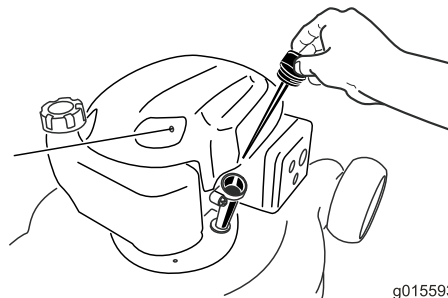

Figura 6
2. Rimuovete l'asta di livello (Figura 6) e versate nel tubo di riempimento una quantità d'olio pari a circa 3/4 della capacità del carter.